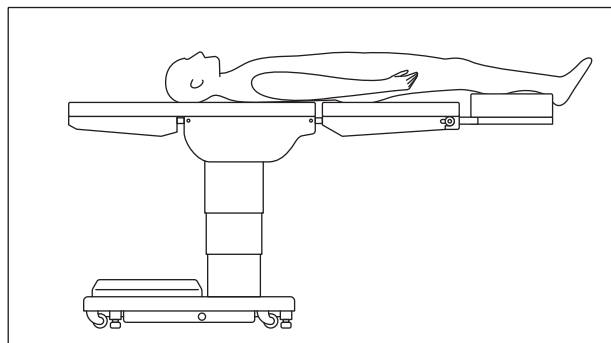
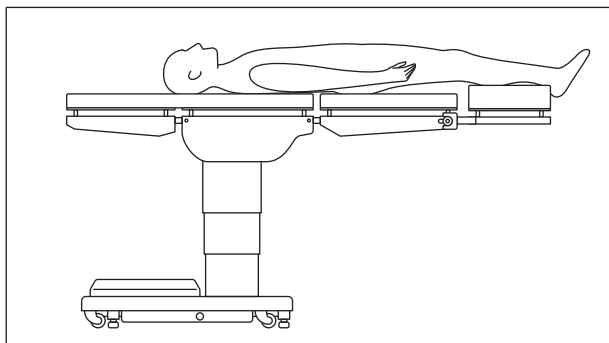

図 2-1
図 4-1
- 6-2 脚板サイドレールにレール固定金具①を取り付けます。
- 6-3 差込金具③をレール固定金具①に差し込み、固定ハンドル②で固定します。
- 6-4 ボード④にマットレス⑤を取り付けます。
- ①締結部の固定は必ず確認してください。ゆるんだ状態では機器が外れたり、動いたりして患者に障害が起きるおそれがあります。
- ① 手術台を作動するときは他のアクセサリーやテーブルトップとの接触・干渉に注意してください。
- ② 左右1組の膝受け兼脚板延長ボードで患者を支持してください。
- * ③ 患者の脚部を支持するポジション(【使用方法等】図2-1・図4-1)で使用するときは、取り付ける手術台の添付文書または取扱説明書を確認して、使用中は常に患者および機器の状態を監視してください。設定したポジションの状態によりは転倒するおそれがあります。